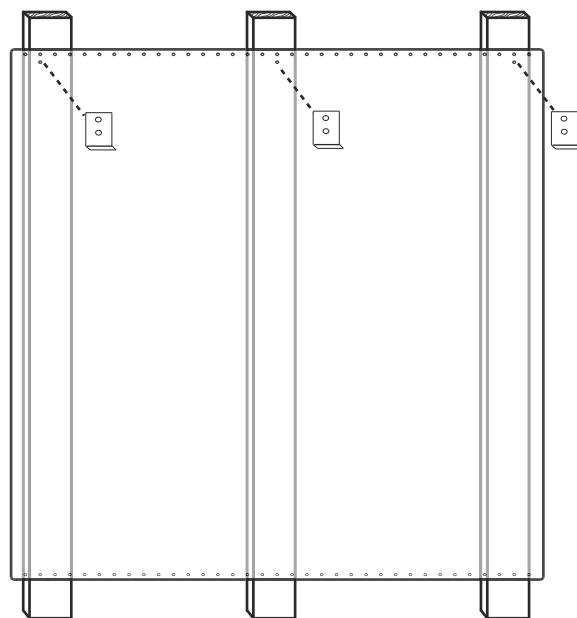

Figura 22: Consola trasera de protección con estante guarda-caliente
3. En el lugar indicado en la *Figura 22*, fije los soportes inferiores proporcionados con el estante guarda-caliente a través de la consola trasera de protección en los travesaños de pared.